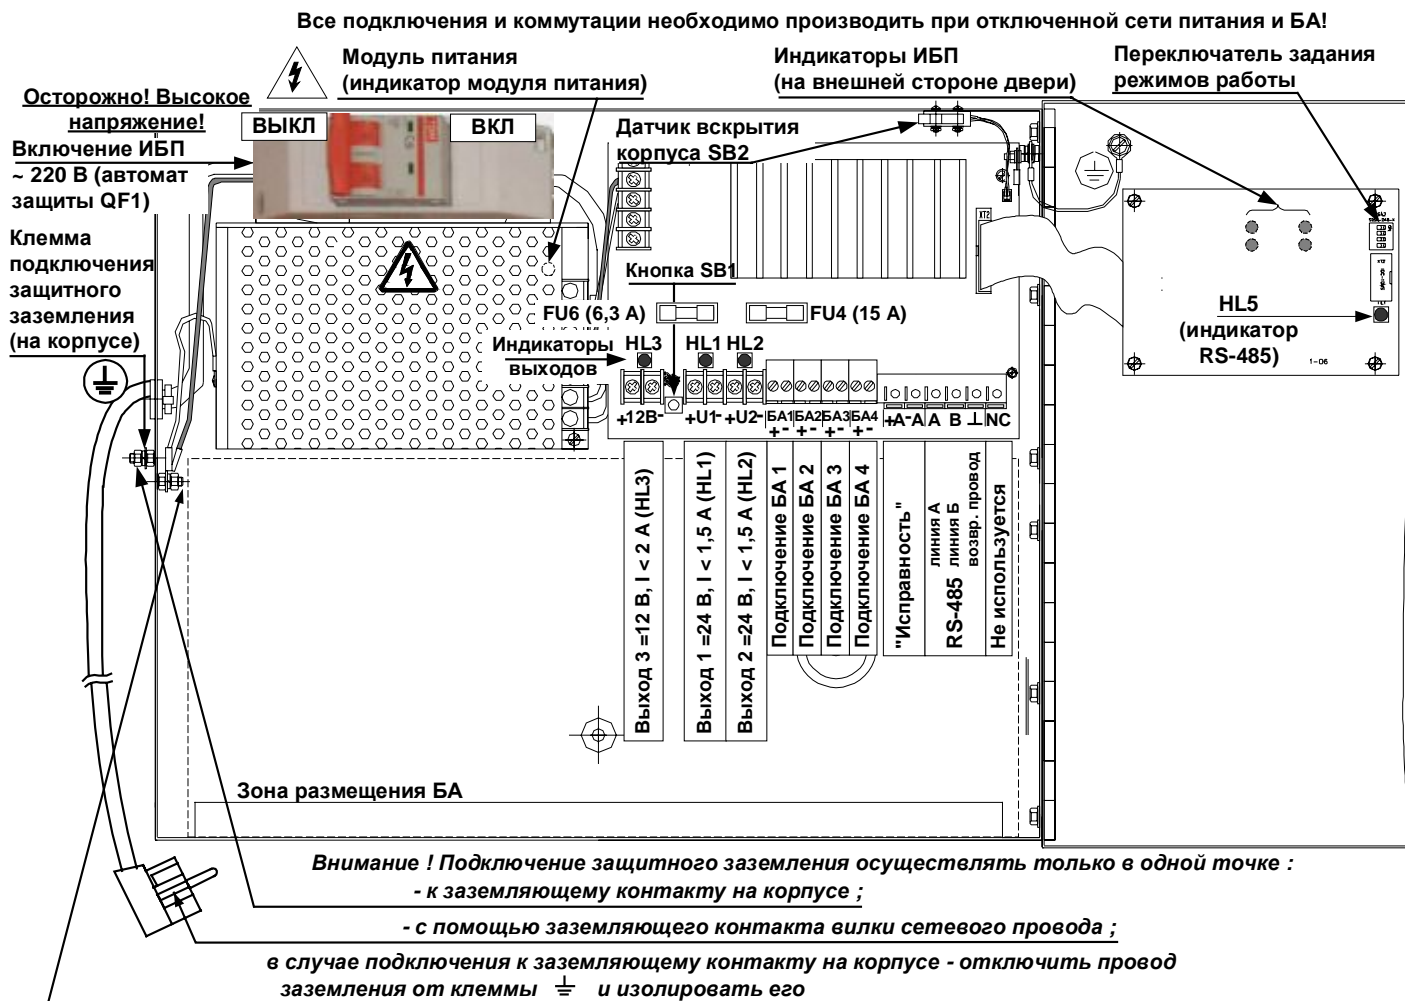

Рис. 2 Внешний вид ИБП-1224 исп. 1 с открытой дверью (подключение)
Внешний вид ИБП-1224 исп. 1 с открытой дверью представлен на Рис. 2, а ИБП-1224 исп. 2 на Рис. 3. Корпус блока имеет вентиляционные отверстия для отвода тепла. Включение ИБП осуществляется тумблером автомата защиты «Сеть 220 В». На боковых поверхностях корпуса имеются отверстия, через одно из которых пропускается кабель подключения сети «220 В», а через другие – провода линий выходного напряжения и контроля за состоянием.
нием БА. Провода подключаются к клеммам присоединительной колодки в соответствии со схемой подключения (Рис. 2 для исп. 1 или Рис. 3 для исп. 2).
Слева на боковой поверхности корпуса расположен винт для подключения защитного заземления (см. Рис. 2 для исп. 1 или Рис. 3 для исп. 2).
6.4.4 Подключение соединительных линий и БА к клеммам ИБП производится в соответствии с Рис. 2 (исп. 1), Рис. 3 (исп. 2), Рис. 4, Рис. 5. Перед подключением тумблер «Сеть 220 В» выключить.
6.4.6 Корпус ИБП должен быть обязательно заземлен! Подключение заземления ИБП производится медным проводом сечением не менее $1,5 \text{ мм}^2$ к винту на правой стороне корпуса или с помощью сетевой вилки с заземляющим контактом, вывод от которого присоединен к клемме заземления Рис. 2 (исп.1) или Рис. 3 (исп. 2).